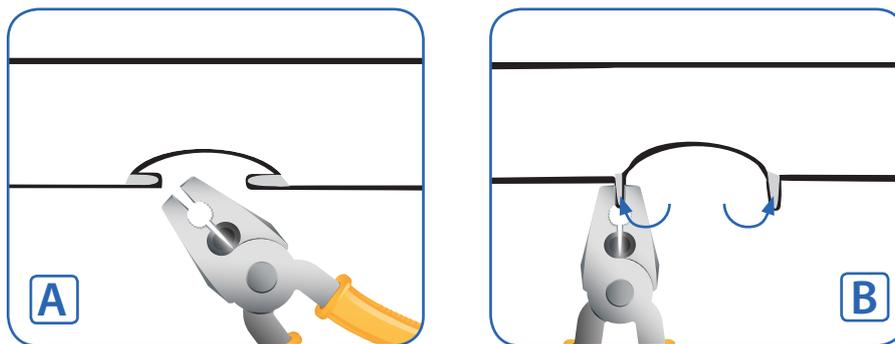

Fig. 05.18. Apertura de las orejetas para el montaje del comedero al tubo de alimentación.
- En cada tubo hay una o unos agujeros para la salida del alimento hacia el comedero; en algunos modelos estos agujeros vienen con las pestañas cerradas (Fig. 05.18.-A), y deberemos levantar estas pestañas mediante unos alicates (Fig. 05.18.-B) para facilitar la salida de alimento y evitar que el comedero se desplace a lo largo de la tubería de alimentación.